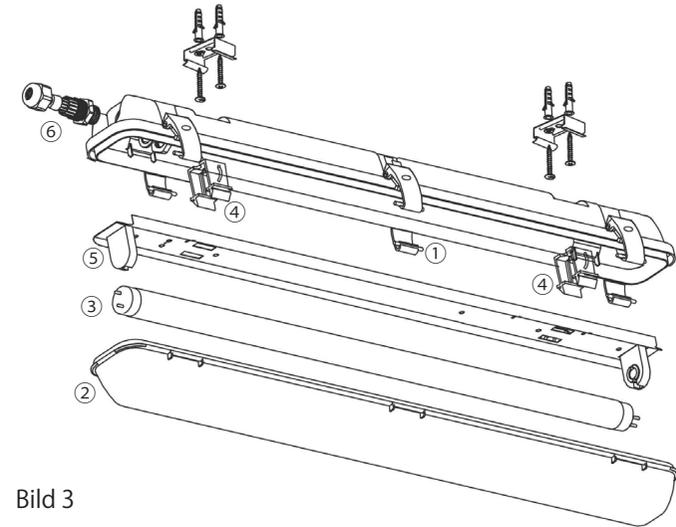

Bild 3
Bild 3: Die Verschlussklammern ① öffnen. Die Haube ② abnehmen. Die Röhre ③ um 90° drehen und entfernen. Die 4 Halteklammern ④ leicht zusammendrücken und das Innenteil ⑤ herausnehmen. Die Überwurfmutter der Kabelverschraubung ⑥ lösen.
Bild 3: Das Innenteil ⑤ wieder einsetzen/ einrasten. Die Röhre ③ einsetzen und durch 90° Drehung verriegeln. Die Haube ② aufsetzen und mit den Verschlussklammern ① schließen.